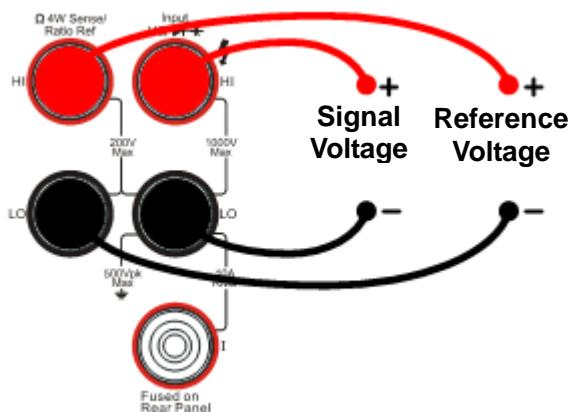

图 2- 6 比率测量连接示意图
(1). 将两对红黑表笔连接如图 2- 6所示，红表笔接高电压 HI 端，黑表笔接低电压 LO 端。